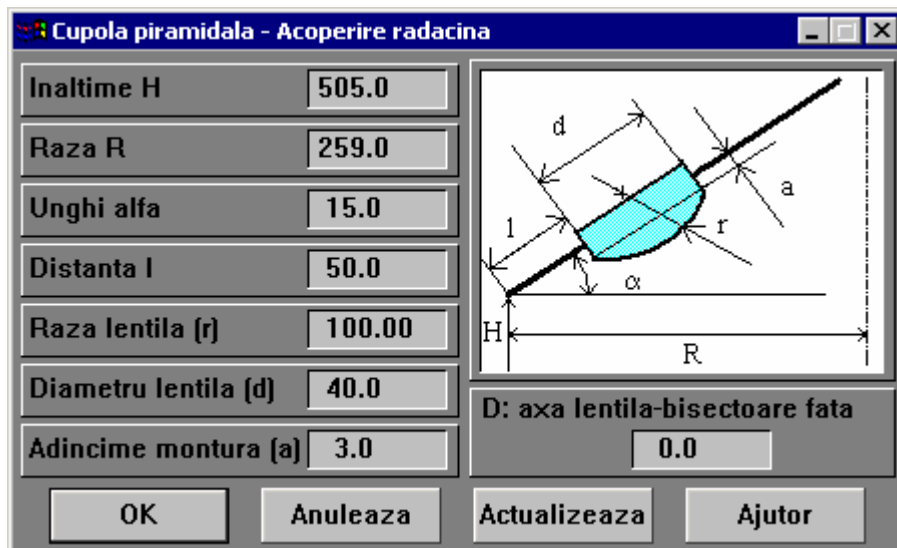

Fig. 6.7
**Lentila-piramida** - pentru a facilita introducerea datelor unei geometrii de tip cupola piramidala pe care se aseaza lentile sferice se poate folosi fereastra reprezentata in Fig. 6.7 Aceasta geometrie este de fapt o geometrie tip sistem planetar.